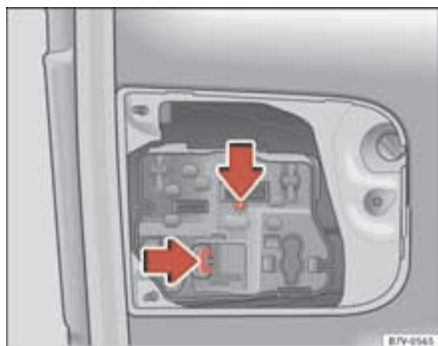

Abb. 207 In der Heckklappe: Lampenhalter herausnehmen.
5. Verriegelungslaschen in Pfeilrichtung drücken ⇒ Abb. 207 und Lampenhalter herausnehmen.